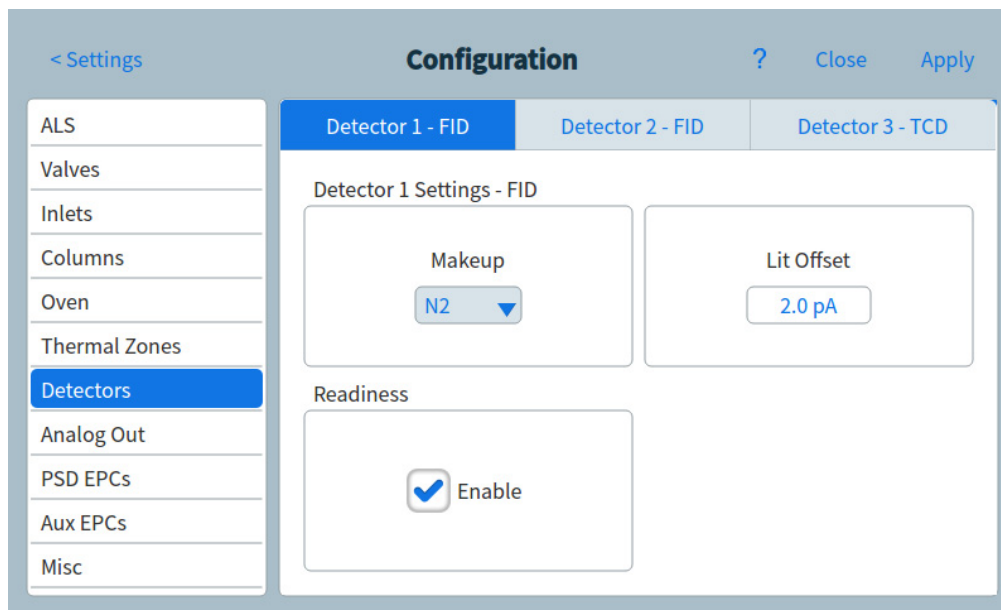

Figure 57. Page Détecteurs
- 1 Sélectionnez **Paramètres > Configuration > Détecteurs**, puis sélectionnez l'onglet pour le détecteur à configurer.. Voir **Figure 57**.